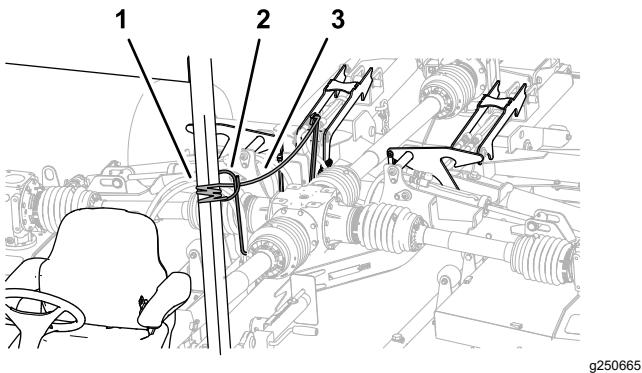

Figure 34
- Acheminez le cordon de verrouillage des tabliers du guide-flexible au siège de l'utilisateur (Figure 34).
2. Attachez le cordon au composant du châssis fixe du véhicule tracteur, tel le tube l'arceau de sécurité (système ROPS) (Figure 34).